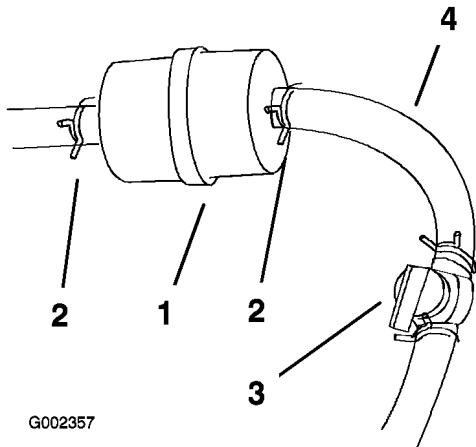

Figure 39
- Fermez le robinet d'essence (Figure 39).
- Pincez les extrémités des colliers et faites glisser ceux-ci pour les éloigner du filtre (Figure 39).
- Posez un filtre neuf et rapprochez les colliers de fixation du filtre (Figure 39).
- Desserrez le collier de serrage au niveau du filtre à carburant et éloignez-le du filtre en le poussant le long de la conduite d'alimentation (Figure 39).
- Débranchez les conduites d'alimentation du filtre à carburant (Figure 39).
Remarque: Laissez l'essence s'écouler dans un bidon ou un bac de vidange (Figure 39).
- Raccordez la conduite d'alimentation au filtre. Rapprochez le collier de serrage du filtre pour fixer la conduite d'alimentation (Figure 39).